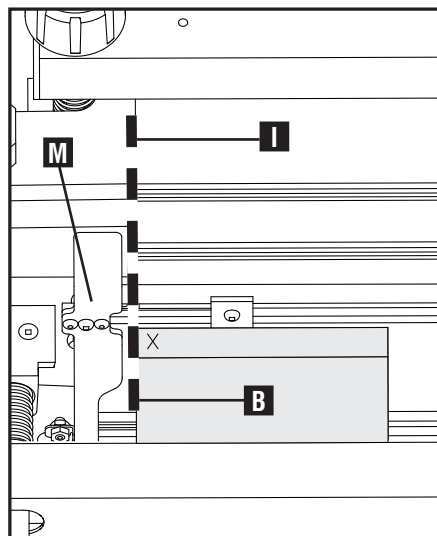

Fig. H10
6. Como se describe en la sección "DISEÑO DEL PROYECTO", asegúrese de que la tabla con espiga (estante) (B) Fig. H10 esté orientada con el "borde trasero" del estante a la izquierda, antes del montaje.
7. Ubique la tabla con espiga (estante) verticalmente contra la parte frontal de la base de la horma y marque el lado izquierdo de la testa, como se muestra en la Fig H10, con una "X". Alinee el borde izquierdo de la tabla (B) con el borde izquierdo de la superficie texturizada de la base de la horma (I).
8. Si tiene la intención de realizar varios cortes (es decir, varios estantes), se recomienda que deslice la guía de borde izquierda (M) Fig H10 hasta que esté al ras con la parte izquierda de la tabla con espiga y la ajuste en el frente de la horma. Así, la guía de borde podrá utilizarse como referencia para realizar los cortes en la tabla con espiga.